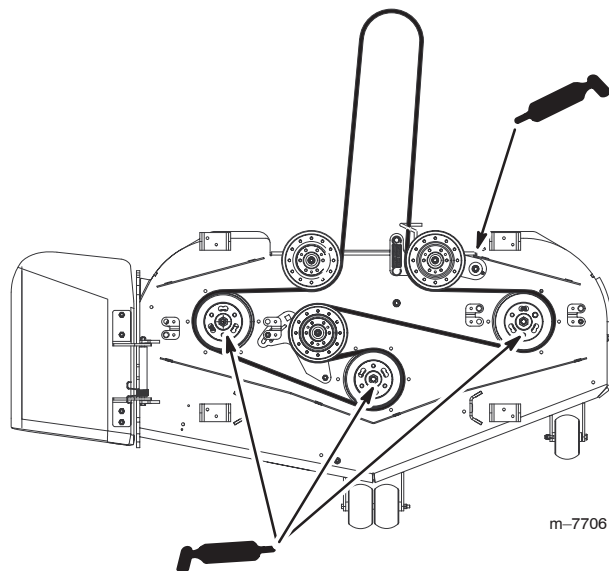

Figure 38
3. Lubrifiez les graisseurs des roulements des 3 axes (Fig. 38).
4. Graissez le pivot de la poulie de tension (Fig. 38).